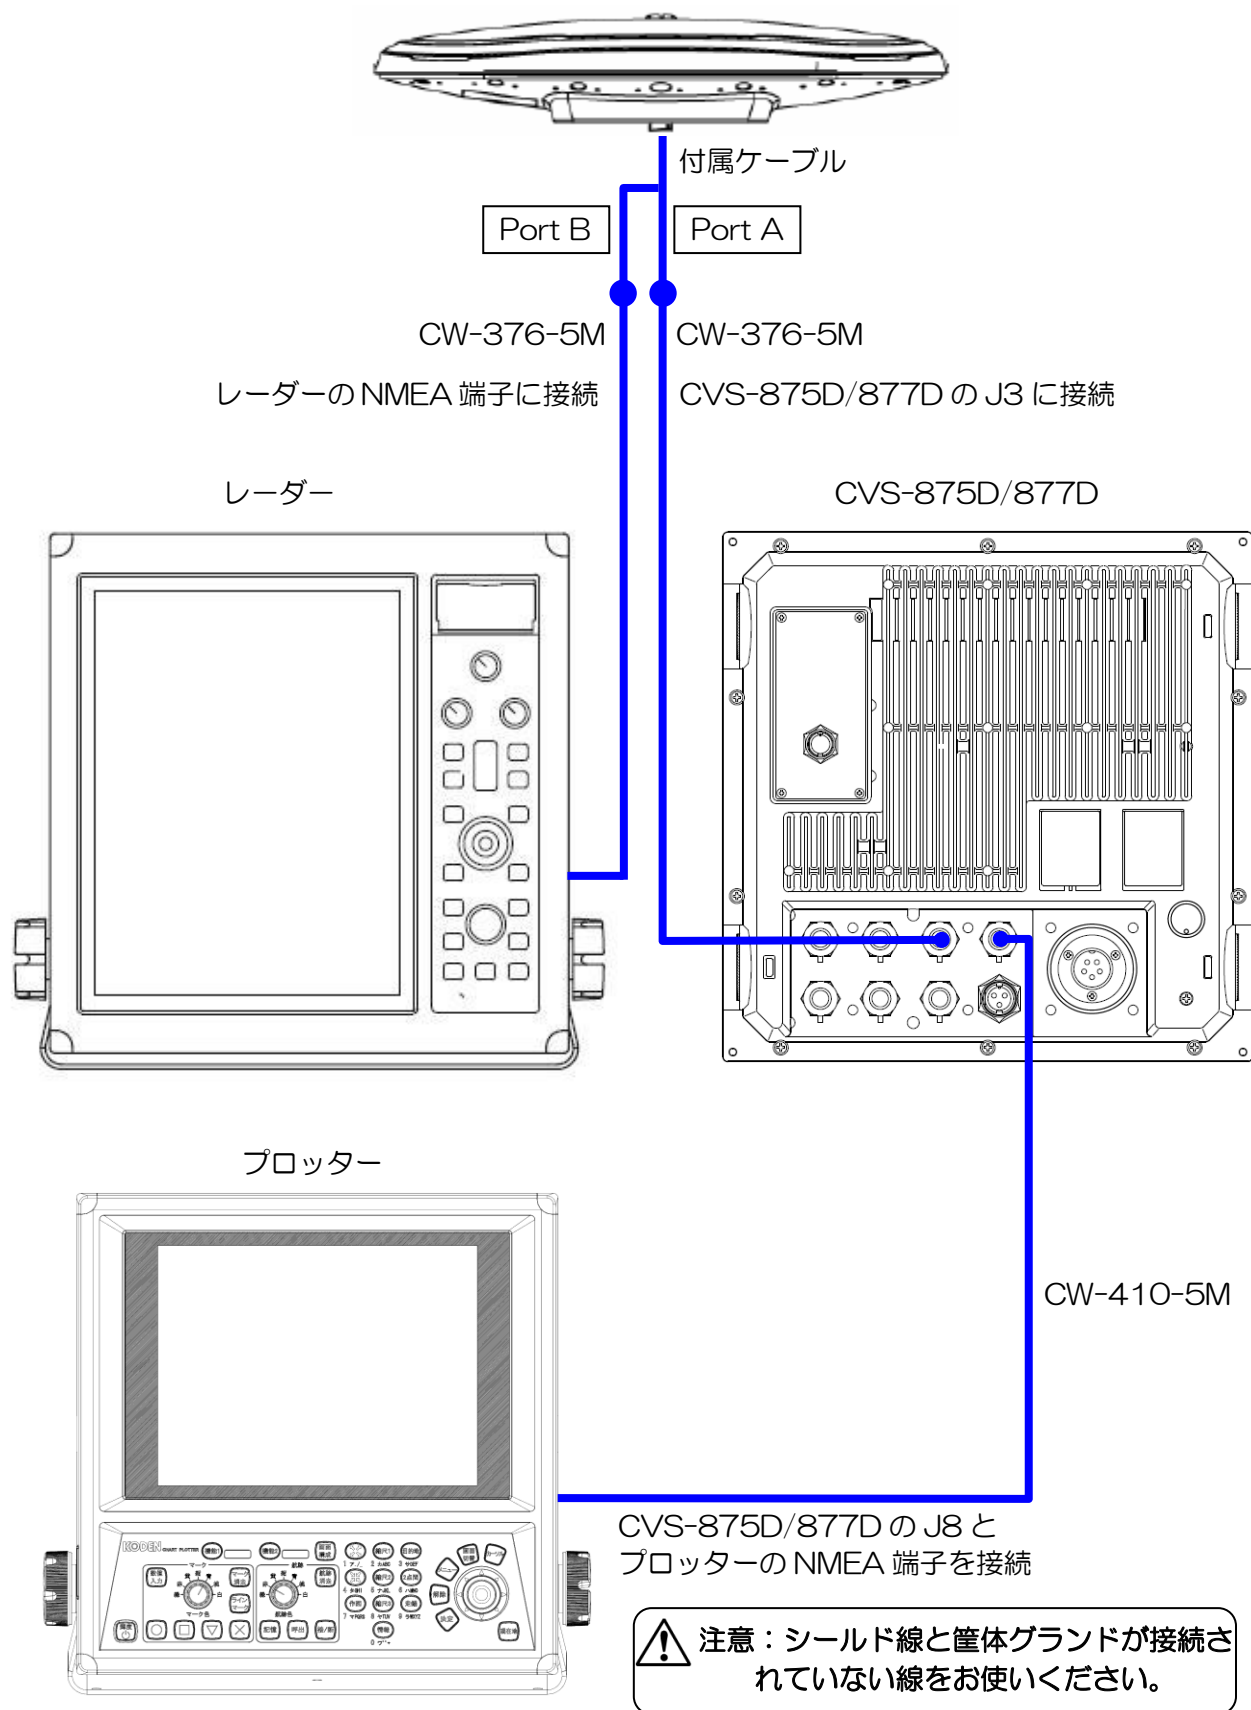
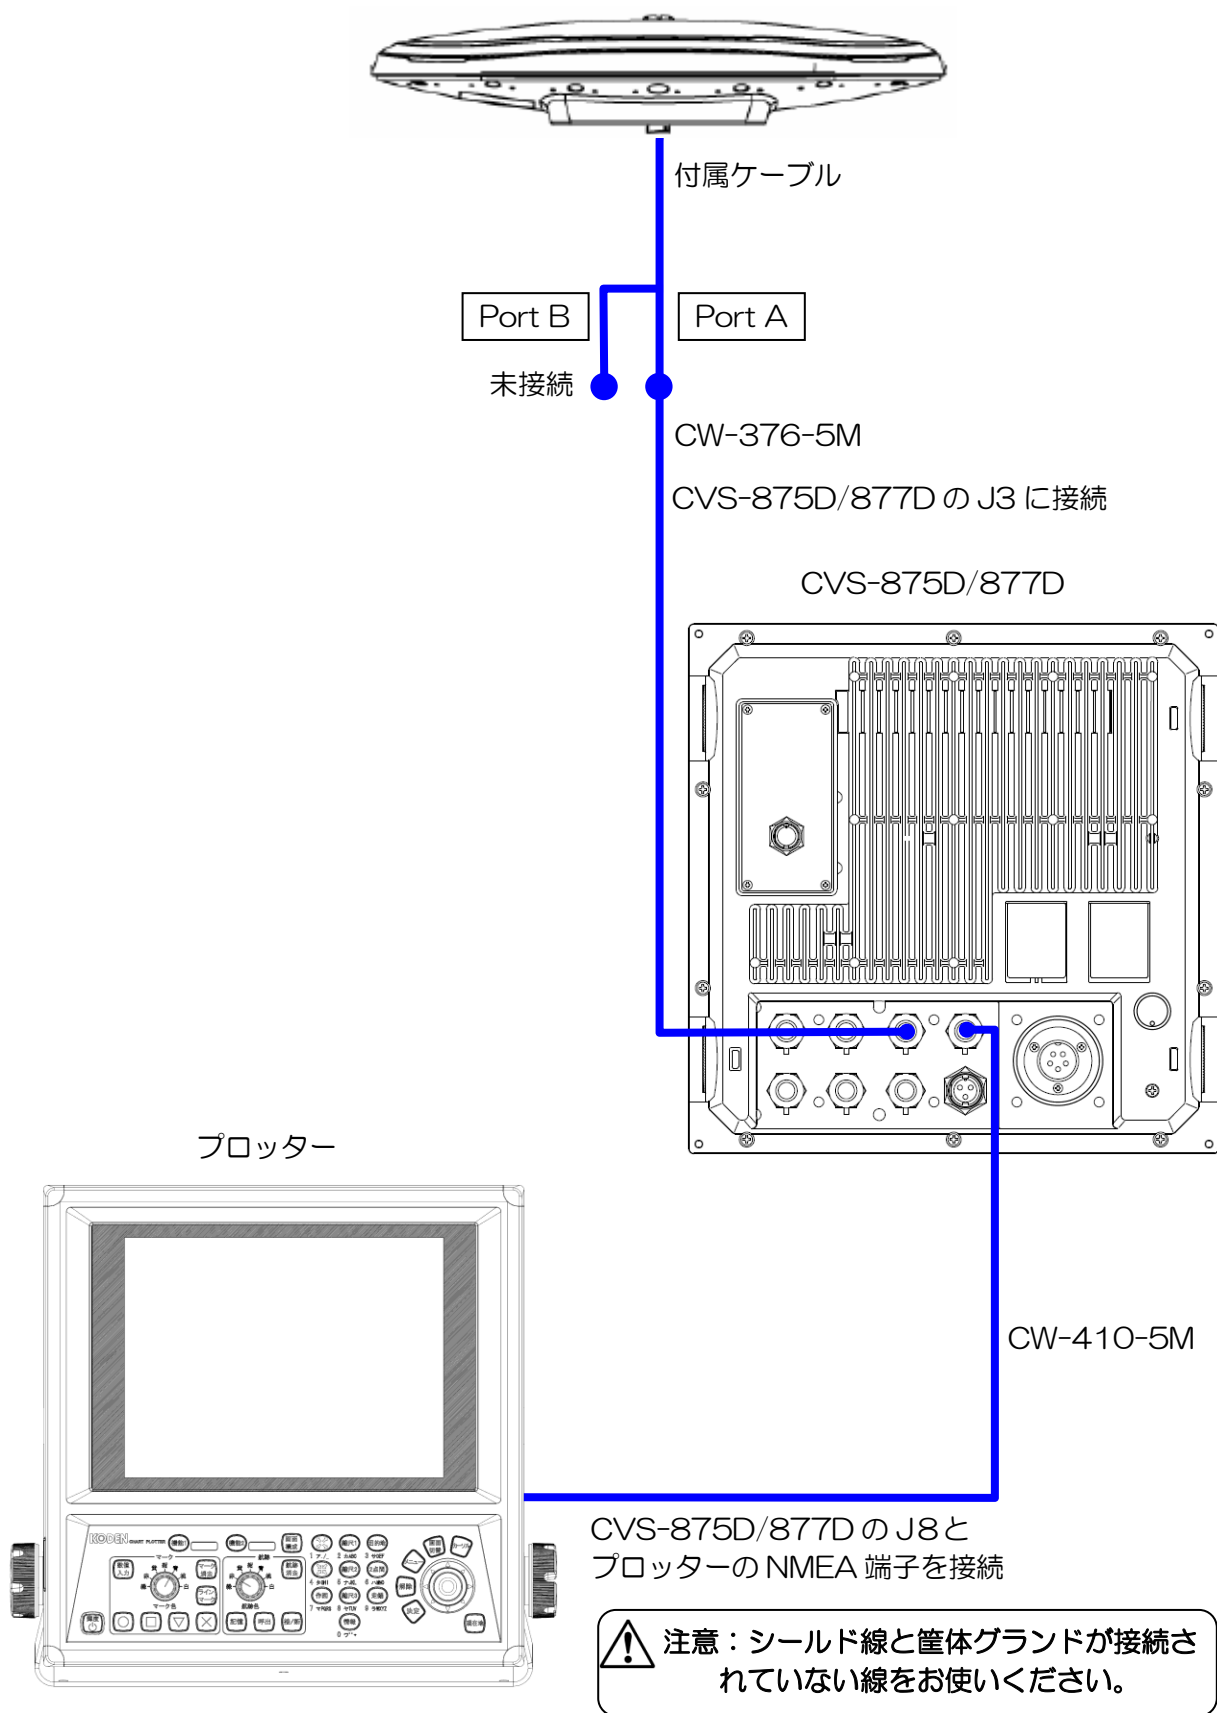

図 1.67 総合接続図 7
図 1.69 総合接続図 9
3) レーダーにも接続し GPS コンパスとして接続する場合は、Port B と半田付けが終了した CW-376-5M をレーダーの NMEA 端子へ接続してください。（図 1.67 総合接続図 7 参照）
それ以外の場合は PortB との接続の必要はありません。（図 1.69 総合接続図 9 参照）
4) 図 1.67 総合接続図 7～図 1.69 総合接続図 9 を参照して、CVS-875D/877D の J8 端子と NMEA で通信する他の機器を接続してください。